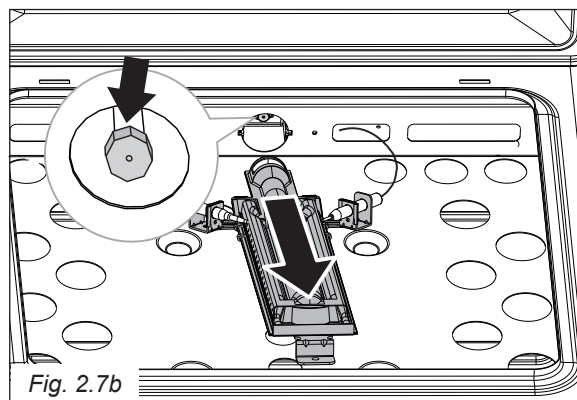

Fig. 2.7b
- Con una chiave a tubo da 7 sostituire l'iniettore (indicato dalla freccia - fig. 2.7b) secondo la "Tabella Iniettori".